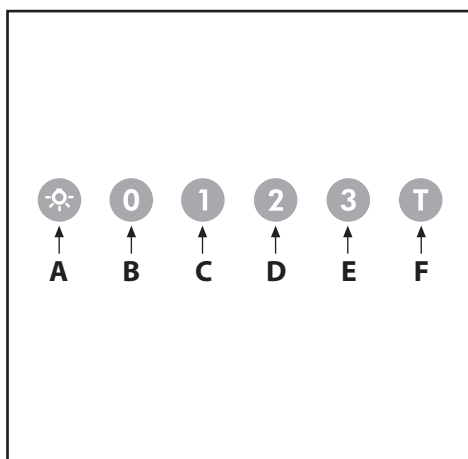

Fig.9
• **Commandes Lumineux (Fig.9)** le symbole sont le suivant: